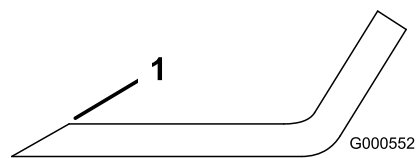

Figure 67
1. Au moyen d'une lime, aiguissez les tranchants aux deux extrémités de la lame (Figure 67).
**Remarque:** Si la lame est déséquilibrée, limez un peu l'extrémité de l'ailette seulement (Figure 67).